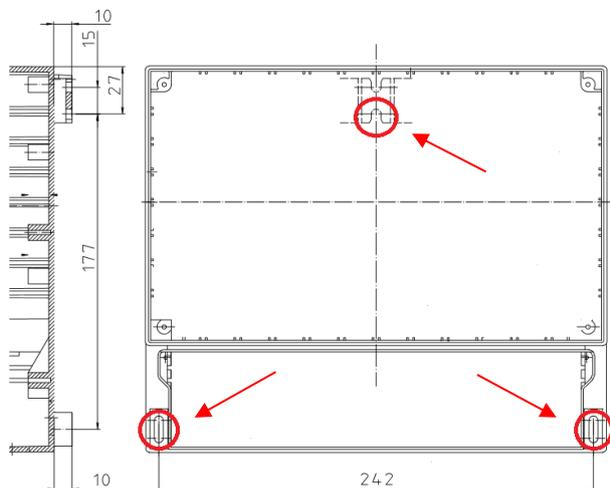

Abbildung 4: Lochbild für Bohrungen
- Drei Bohrungen \varnothing 6 mm zur Befestigung in die Wand bohren (siehe Pfeile, Abbildung 4). Die obere Befestigungslasche befindet sich auf der Rückseite des Gehäuses. Die Dübel sind gemäß der Wandart auszuwählen.